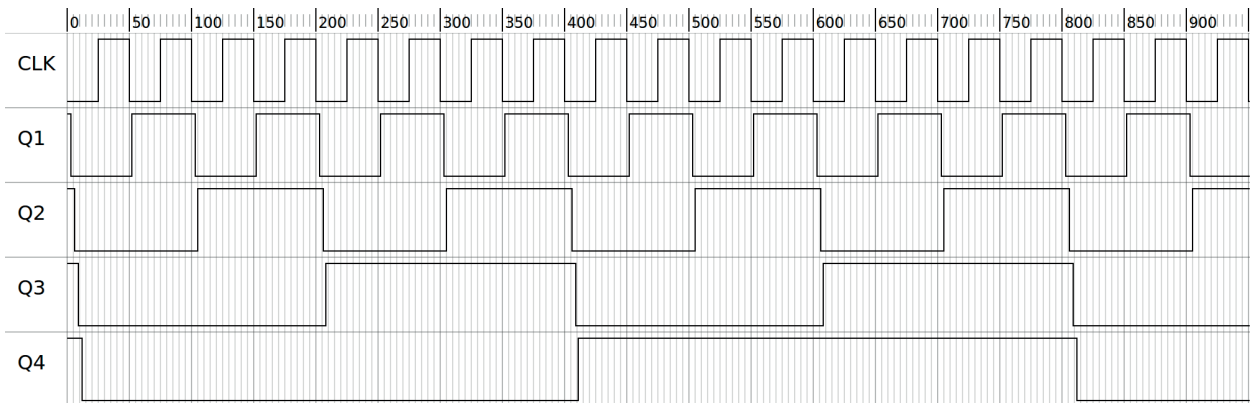

Figura 10.3 – Exemplo de diagrama de tempo para um contador binário assíncrono de 4 bits.
Um exemplo de diagrama de tempo para este contador é fornecido na figura 10.3. Observe as formas de onda na figura 10.3 para entender completamente o princípio de operação do contador binário assíncrono de 4 bits. Inicialmente, todas as saídas dos flip-flop são zero (0): $Q1 = 0$, $Q2 = 0$, $Q3 = 0$, $Q4 = 0$
Quando as formas de onda da figura 10.3 são examinadas, pode ser visto que a frequência do sinal da saída do FF1 é $1/2$, do FF2 é $1/4$, do FF3 é $1/8$ e do FF4 é $1/16$ do pulso do relógio de entrada. Consequentemente, os contadores podem ser usados como divisores de frequência. Observe também o atraso de tempo na resposta dos flip-flop em relação à mudança de pulso de relógio. A saída Q1 está atrasada em relação ao pulso de relógio CLK. O mesmo acontece com a saída Q2 que está atrasada em relação ao pulso de relógio (Q1).